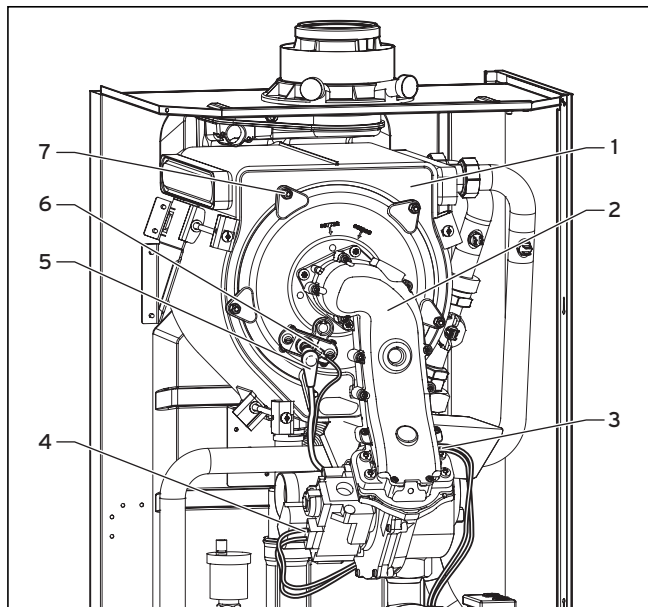

Fig. 8.2 Demontarea modului compact termic
- Introduceți modulul compact termic (2 Fig. 8.2) pe schimbătorul integral de căldură al condensăției (1, Fig. 8.2).
- Strângeți cele cinci piulițe (7, Fig. 8.2) incl. suportul pentru țeava de aspirare a aerului peste cruce, până când ușa arzătorului la suprafețele de contact se găsește în mod egal.
- Introduceți conducta de aprindere (5, Fig. 8.2) și conducta de împământare (6, Fig. 8.2).
- Fixați cablul (3, Fig. 8.2) de la motorul suflantei și cablul (4, Fig. 8.2) de la armătura de gaz.